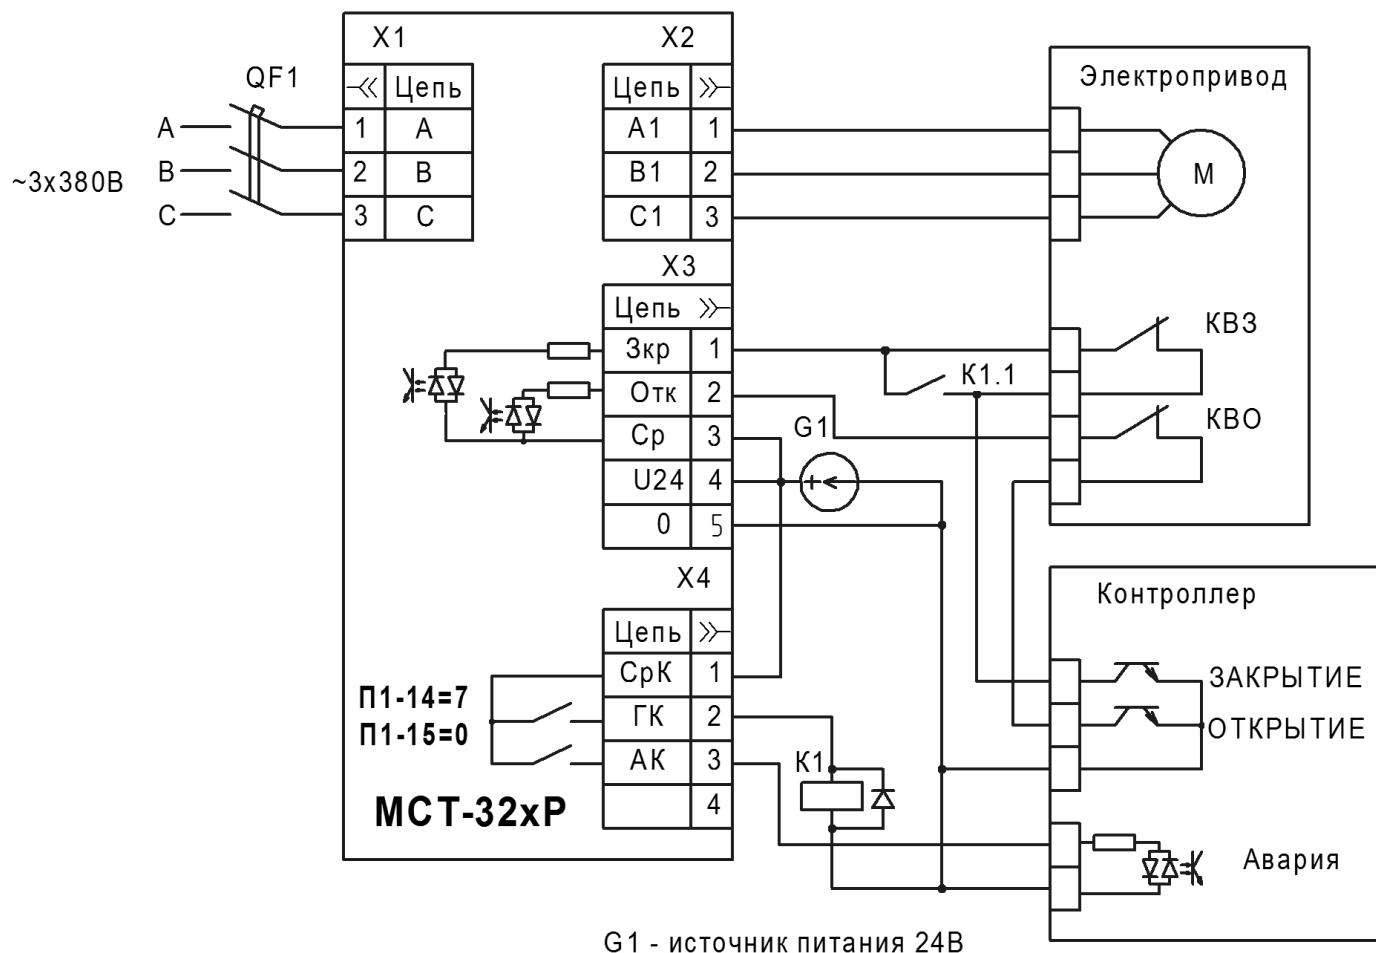

Рисунок 13 - Пример схемы подключения с функцией дожима задвижки
1.17.1 Настройка тока **П2-05, П2-06**, также используется для сигнала «реле токового дожима», который включается при работе ЭД на закрытие и отключается при превышении полного или активного тока уставок **П2-05, П2-06**. Сигнал должен быть назначен на реле «ГК» или «АК» (**П1-14, П1-15, значение [7]**). Данный сигнал через промежуточное реле может быть включен параллельно концевому выключателю закрытия (пример на рис. 13).